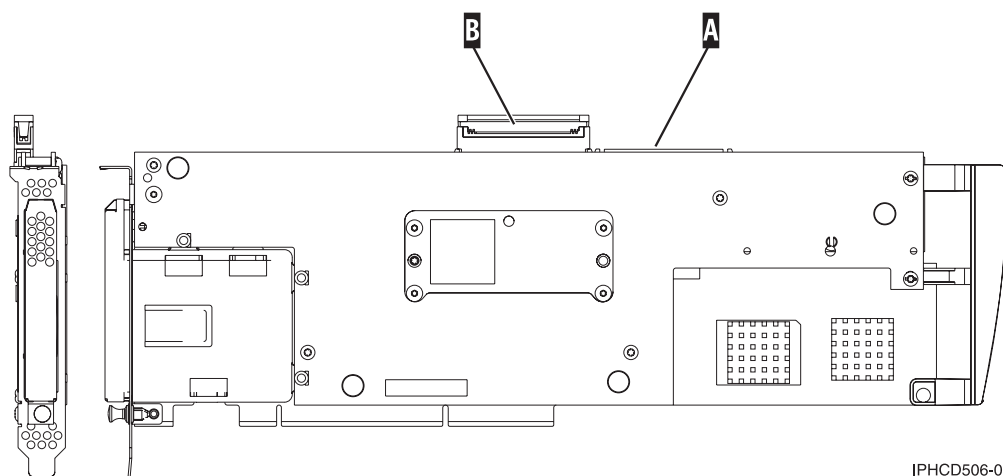

Figura 15. 5708, IOA de memòria cau d'escriptura auxiliar
2. Connecteu el cable al port SCSI A de l'adaptador de memòria cau d'escriptura auxiliar. Consulteu Figura 15 a la pàgina 46.